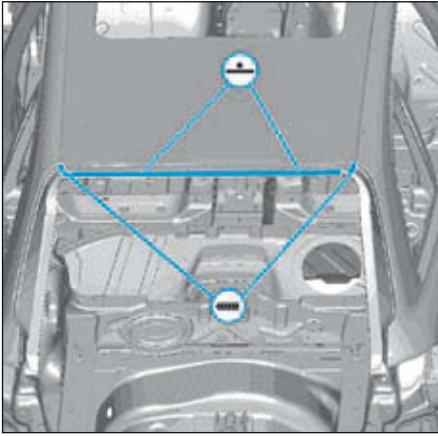
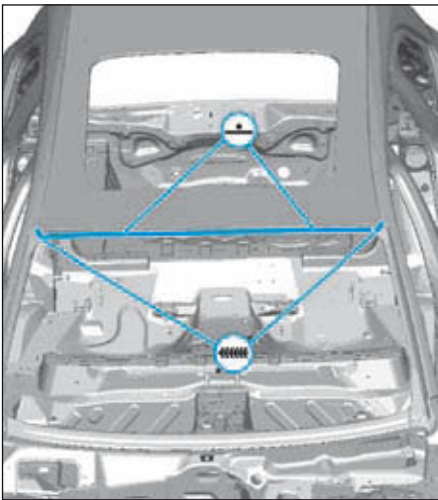

FIG.93
FIG.94
- Souder comme illustré (Fig.93) et (Fig.94).